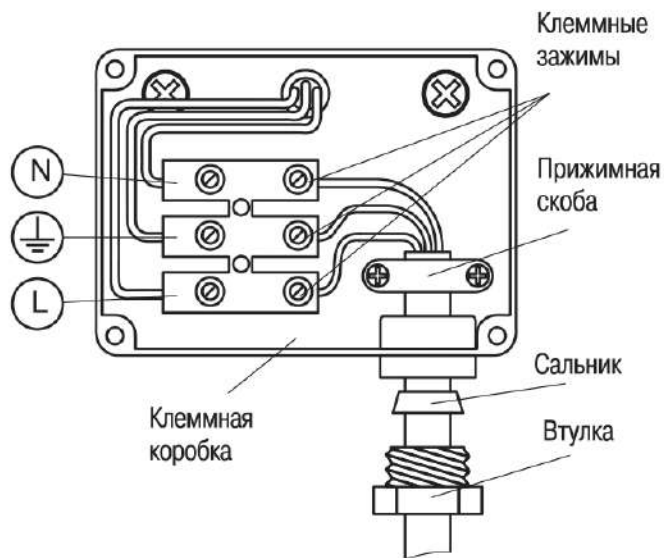

Рисунок 8
5.5 Подключение прожектора (рисунок 8):